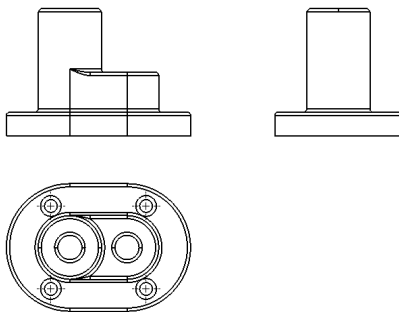

图 11-43 打开工程图文件
(1) 单击常用工具栏中的【打开】按钮，打开一幅工程图文件，如图 11-43 所示。